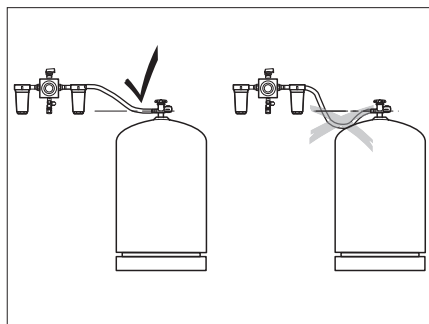

Fig. 85 Posa dei tubi flessibili ad alta pressione
- ▷ Nella posa dei tubi flessibili ad alta pressione verificare che i tubi siano sempre in pendenza verso l'alto (Fig. 85).